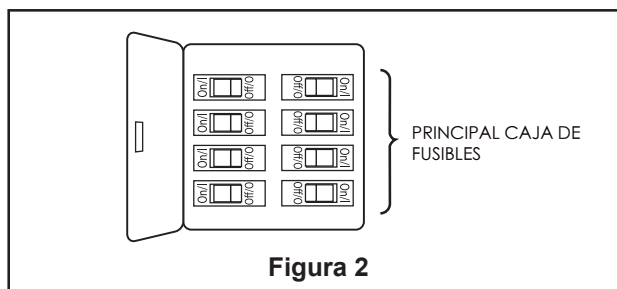

Figura 2
2. Restaure la fuente de alimentación de la toma de corriente enciendi la electricidad del fusible principal. (Figura 2)